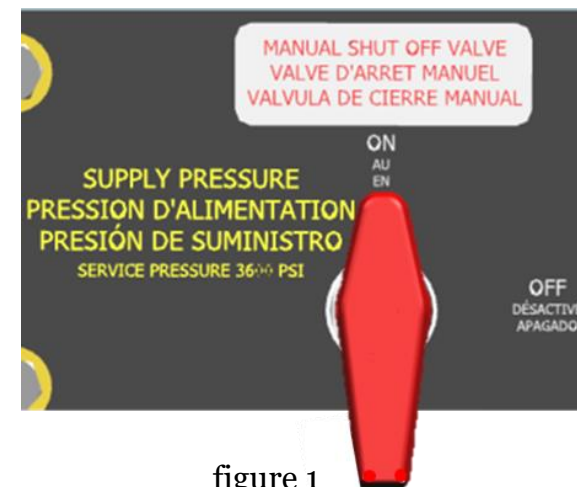

figure 1
3. Tournez la soupape d'un quart de tour dans le sens des aiguilles d'une montre jusqu'à la position OFF figure 1 et 2.